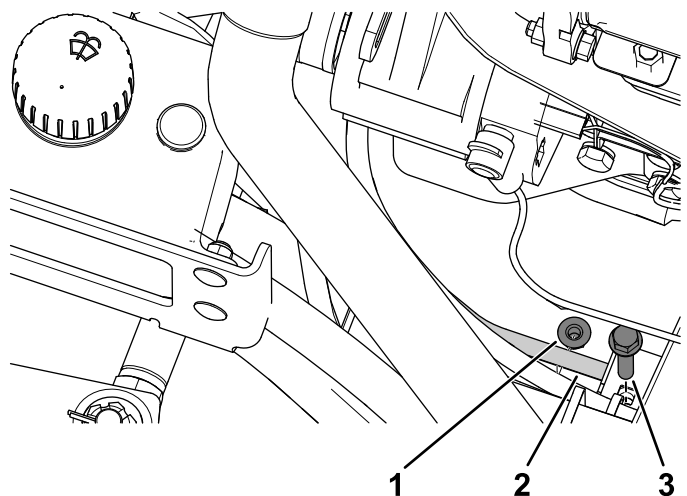

Figure 32
12. Retirez le boulon et l'écrou du support de conduite hydraulique (Figure 32).